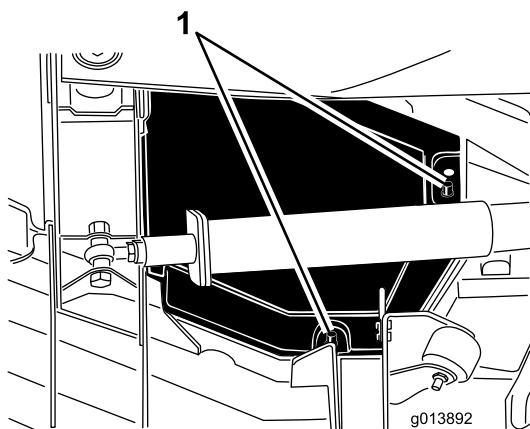

Figure 47
4. Soulevez les bords arrière et intérieur du carter pour le dégager des supports de montage (Figure 47).